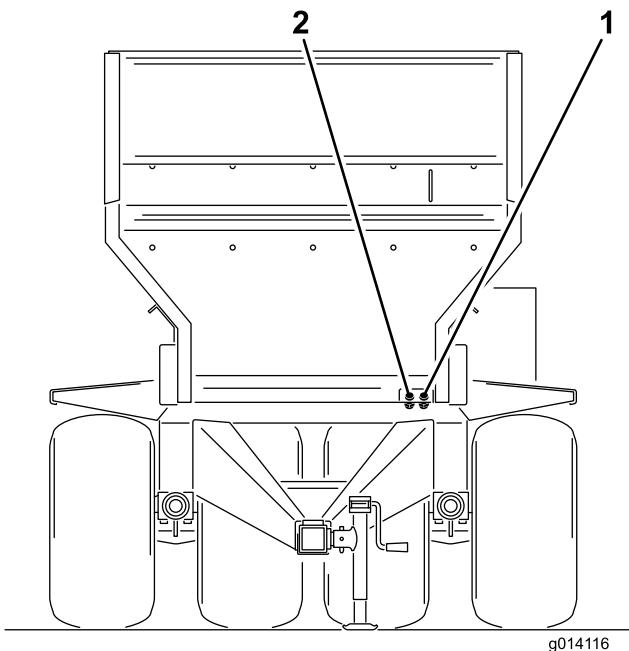

Figura 17
6. Collegate i due flessibili idraulici che provengono dalla macchina al veicolo trainante. Stando davanti alla macchina, collegate il flessibile destro al lato di mandata e il flessibile sinistro al lato di ritorno (Figura 17). Il flessibile di ritorno è dotato di una valvola di ritegno in linea a senso unico. La freccia sulla valvola di ritegno dovrà essere rivolta verso il connettore di ritorno del veicolo trainante.